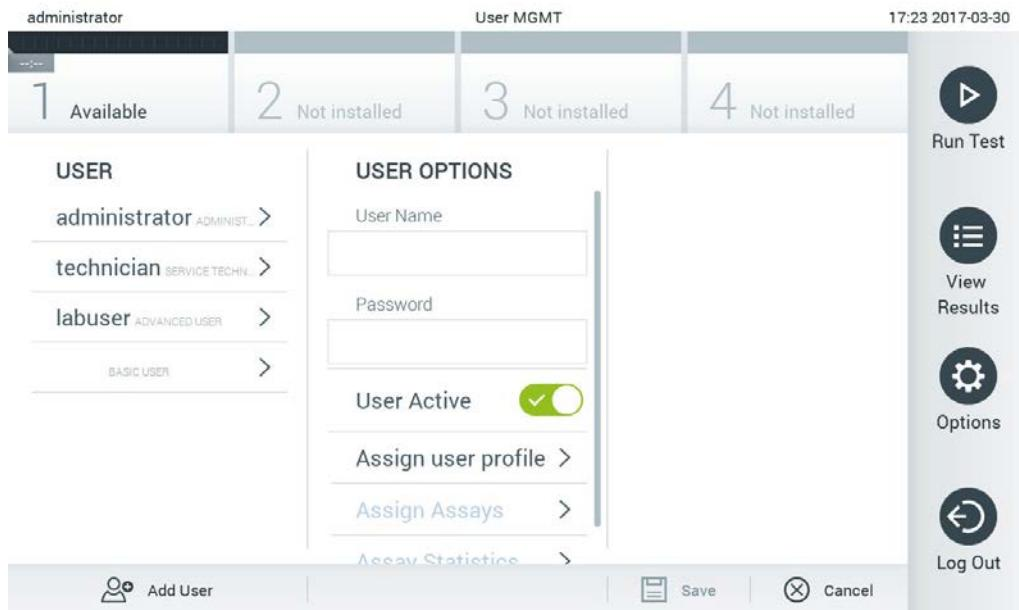

Figura 57. Adăugarea unui utilizator nou.
1. Apăsați butonul **Options** (Opțiuni), apoi butonul **User Management** (Gestionarea utilizatorilor) pentru configurația utilizatorilor. Ecranul **User Management** (Gestionarea utilizatorilor) apare în zona de conținut a afișajului (Figura 57).